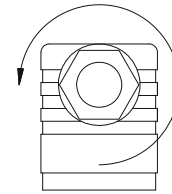

Fig. 9
- ↪ Desserrer le passe-câble à vis ⑤ M16x1,5 (⇒ Fig. 9).